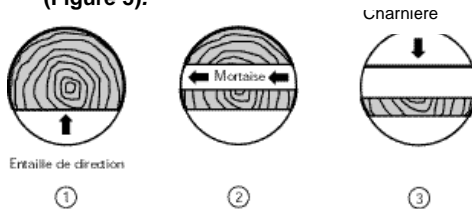

Figure 5 : Réalisation d'une mortaise
- Si les tensions du bois sont trop importantes, il est nécessaire de réaliser une mortaise (Figure 5).